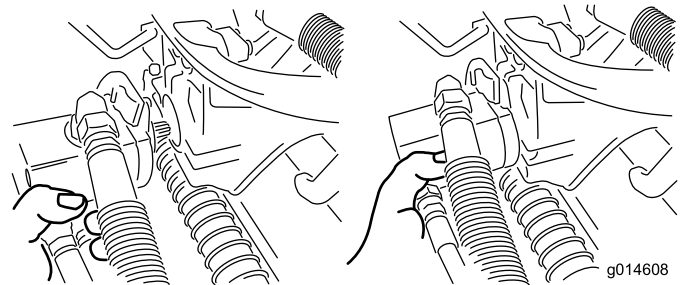

Figure 49
3. Amenez le moteur à la position de rangement sur l'avant du bras de suspension (Figure 49).